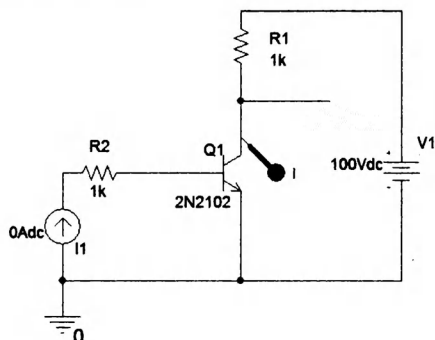

Рис. 2.30. Схема измерения вольтамперных характеристик
3. Собираем схему (рис. 2.30) и устанавливаем маркер тока. Для этого в схеме надо сделать pin (короткий вывод) на коллекторе. Маркер надо соединить с выводом коллектора транзистора.
В схеме (см. рис. 2.30) установим постоянный ток базы источника  $I_1$  равным 200 мкА. Установим профиль моделирования Bias Point и сделаем его активным. Возможно этот профиль уже существует в менеджере проекта и был установлен по умолчанию, так как информация о точке смещения доступна для всех типов анализа, кроме DC Sweep.